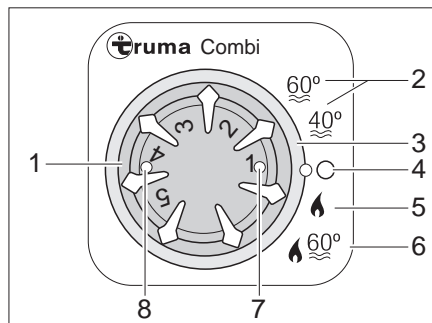

Bild 189 Bedieneinheit für Heizung/Boiler
Betriebsart wählen: ■ Betriebsart mit dem Drehschalter (Bild 189,3) einstellen.
Winterbetrieb Die Heizung wählt nach eingestellter Heizstufe selbstständig die benötigte Brennerstufe. Bei Betriebsart "Heizung und Boiler" (Bild 189,6) wird auch das Wasser im Boiler erhitzt. Die Heizung kann in der Betriebsart "Heizung ohne Boiler" (Bild 189,5) mit leerem Boiler betrieben werden.
- Temperatordrehknopf (Bild 189,1) an der Bedieneinheit auf gewünschte Heizstufe stellen.
- Drehschalter (Bild 189,3) auf Winterbetrieb "Heizung ohne Boiler" (Bild 189,5) oder auf Winterbetrieb "Heizung und Boiler" (Bild 189,6) stellen.
Grüne Kontroll-Leuchte (Bild 189,7) leuchtet.
- Drehschalter (Bild 189,3) auf "O" (Bild 189,4) stellen.
Die Kombination Gasbetrieb und 230-V-Elektrobetrieb verkürzt die Aufheizzeit (nur möglich, wenn die Heizung an der Bedieneinheit (Bild 189) auf Winterbetrieb gestellt ist).